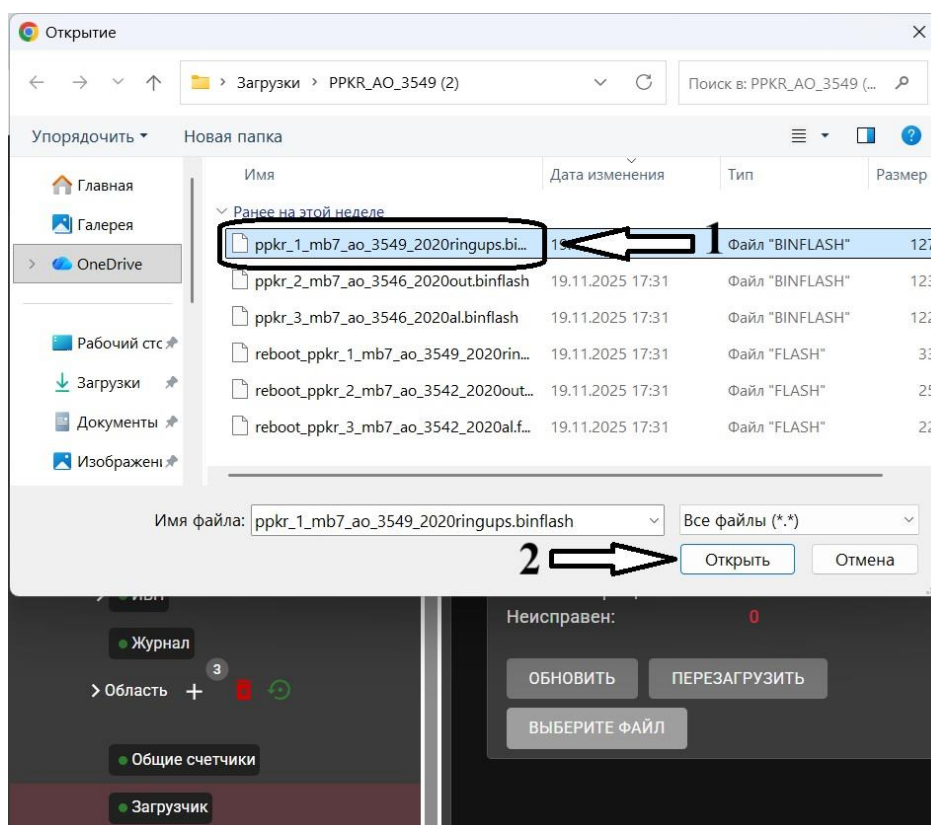

Рисунок 33
5. Нажать кнопку «**ВЫБЕРИТЕ ФАЙЛ**». Далее в скачанном архиве нужно найти и выбрать **основную прошивку** (основная прошивка обновляется после загрузчика) (Рис. 33). После выбора файла страница браузера запросит подтверждение запуска обновления – выбрать **ОК**.